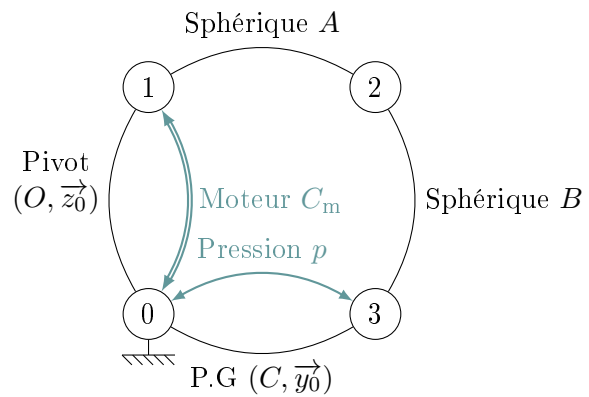

FIGURE 4 – Chaîne fermée du micro-compresseur
**Exemple** : pour la chaîne fermée du micro-compresseur (FIGURE 4)